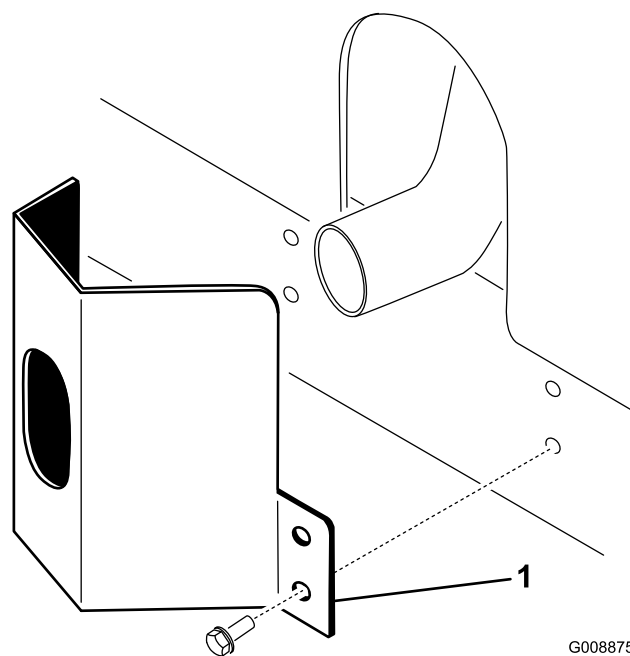

Figure 11
1. Placez la protection de l'échappement autour du silencieux et alignez les trous de montage avec ceux du cadre (Figure 11).
2. Fixez la protection de l'échappement au cadre à l'aide de 4 vis autotaraudeuses (Figure 11).